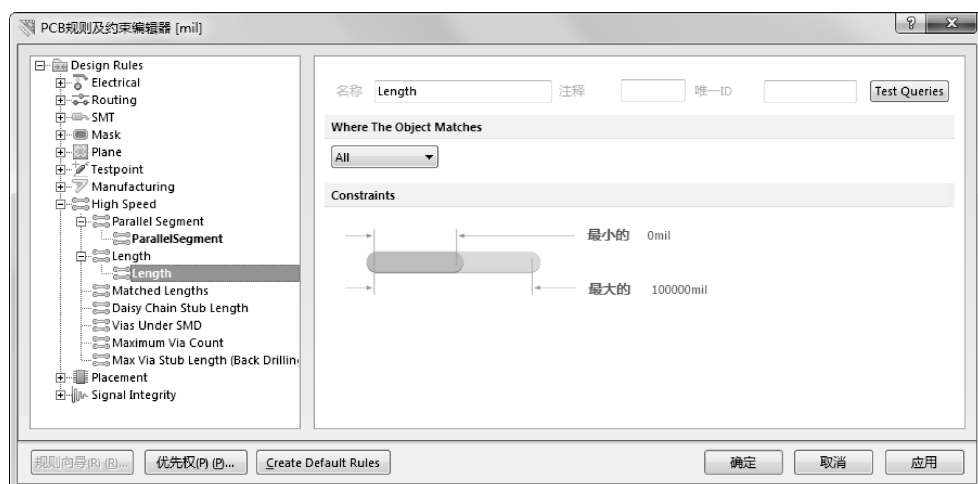

图 9-29 “Length” 规则的设置对话框
(2) “Length”（网络长度限制规则）：用于设置传输高速信号导线的长度，如图 9-29 所示为该规则的设置对话框。在高速 PCB 设计中，为了保证阻抗匹配和信号质量，对走线长度也有一定的要求。在该对话框中可以设置走线的下限和上限。